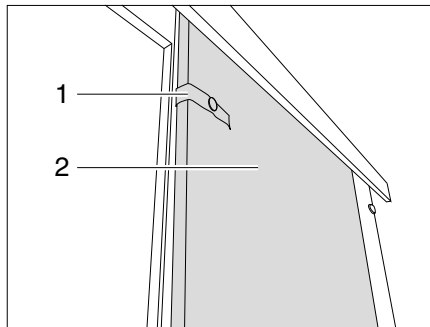

Bild 80 Schiebetür
- Das mit Sicherungsband (Bild 80,1) lösen.
- Schiebetür (Bild 80,2) in Schließstellung ziehen.
- Schiebetür (Bild 80,2) in die Öffnungsposition führen.
- Schiebetür mit dem Sicherungsband (Bild 80,1) befestigen.